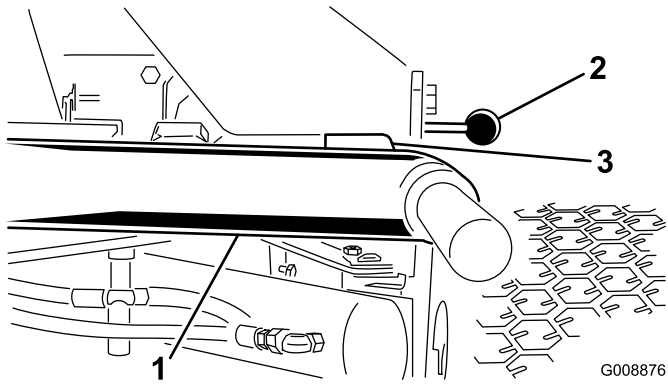

図 10
1. エンジンを始動し、カッティングユニットを上昇させ、各昇降アームとフロアプレートブラケットの間のすきまが 58 mm になっていることを確認する図 10。